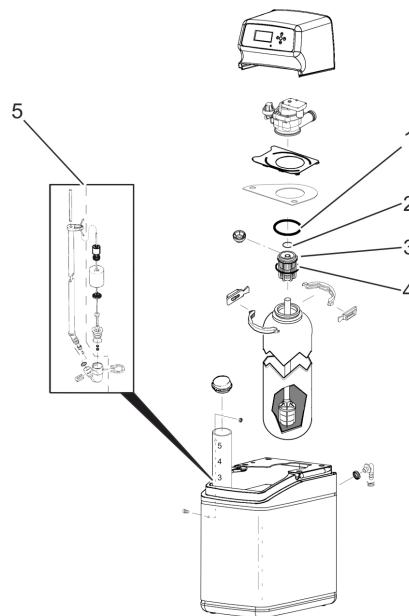

Abb. 61: Aufbau Wasserenthärter
1. ➔ Wasserenthärter gemäß Abb. 61 demonstrieren.
2. ➔ Verteilerdichtringe (Abb. 61/1–4) prüfen und bei Beschädigung austauschen (☞ „Ersatzteile“ auf Seite 44).
3. ➔ Soleventilbaugruppe (Abb. 61/5) prüfen.
4. ➔ Wasserenthärter gemäß Abb. 61 montieren.